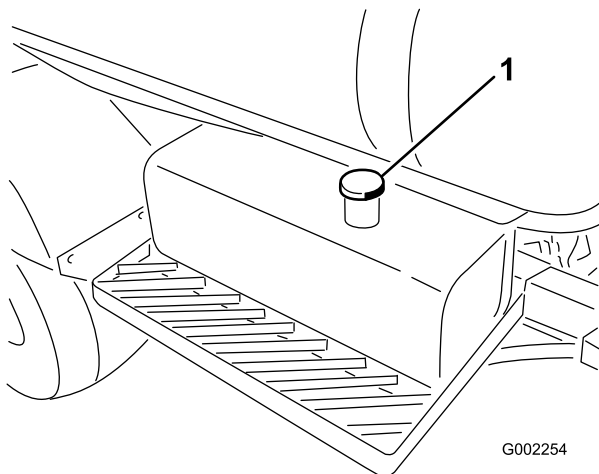

Figura 58
3. Limpe a zona em redor da tampa do depósito de óleo hidráulico e retire-a (Figura 58).